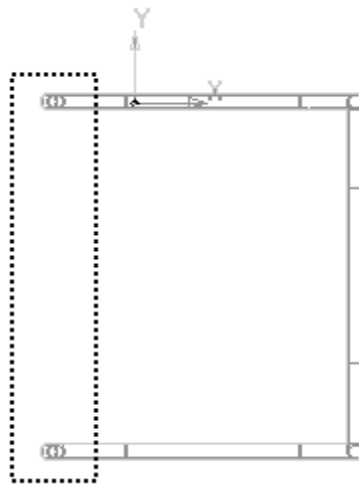

Рисунок 36.
- Увеличьте масштаб изображения (рис. 36).